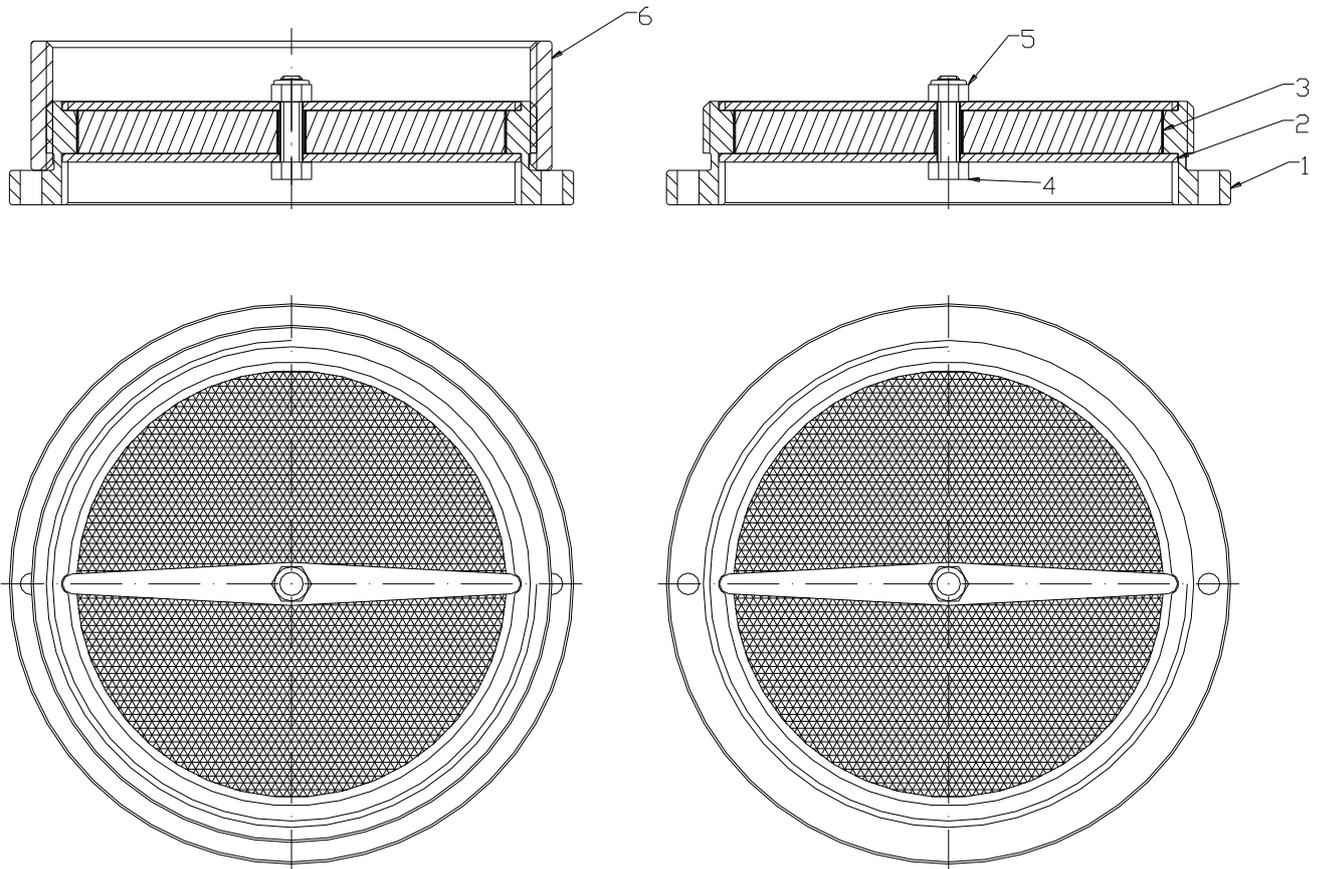

Bild 1
5. Technische Daten (siehe Bild 1)
6. Montage (siehe Bild 1)
(siehe Bild 1)